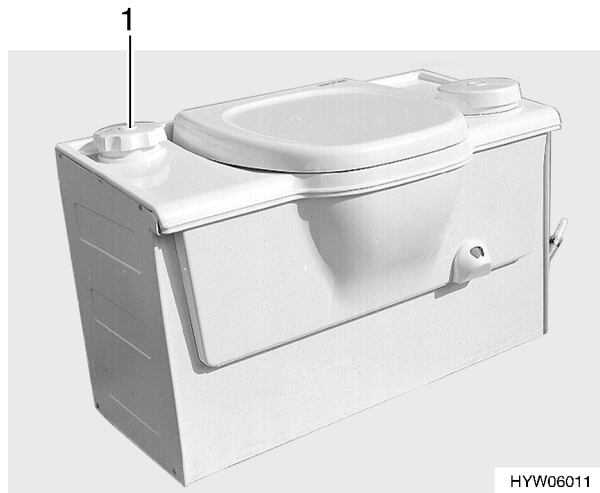

Bild 139 Thetford-Toilette (Variante 2)
- Den Spülknopf drücken (Bild 139,1) und gleichzeitig gegen den Uhrzeigersinn drehen.
- Den Spülknopf (Bild 139,1) im Uhrzeigersinn drehen. Der Schieber wird geschlossen